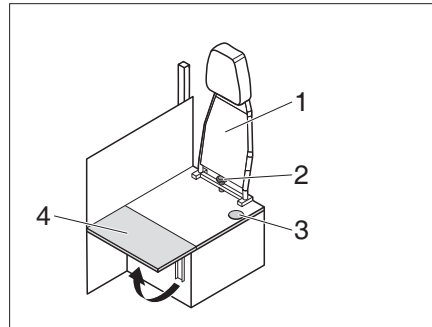

Bild 206 Umbau Fahrbetrieb - Wohnbetrieb
- Sternschraube (Bild 206,2) abschrauben und Rückenlehne (Bild 206,1) nach oben abnehmen.
- Sitzbankverlängerung (Bild 206,4) hochklappen.
- ▷ Beim Umbau vom Wohnbetrieb zum Fahrbetrieb in umgekehrter Reihenfolge verfahren. Darauf achten, dass der Sicherheitsgurt durch die Öffnung (Bild 206,3) geführt wird.